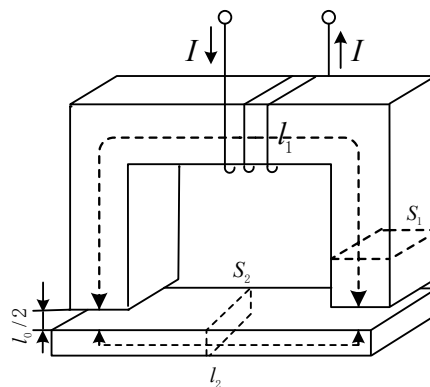

图 1-10 自测题 13 图
13. 图 1-10 所示的磁路由两块铸钢铁心及它们之间的一段空气隙构成。各部分尺寸为 $l_0/2 = 0.5 \text{ cm}$, $l_1 = 30 \text{ cm}$, $l_2 = 12 \text{ cm}$, $S_0 = S_1 = 10 \text{ cm}^2$, $S_2 = 8 \text{ cm}^2$ 。线圈中的电流为直流电。如果要求在空气隙处的磁感应强度 $B_0 = 1 \text{ T}$ ，问需要多大的磁动势？